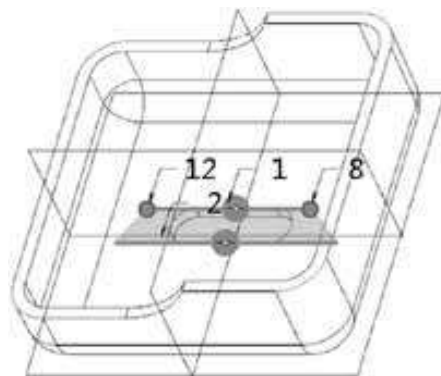

图2-26 拖动曲面的控制点, 使曲面比缺口大
Step 05 拖动曲面的控制点，使曲面比孔大（不能比孔小），如图2-26所示。